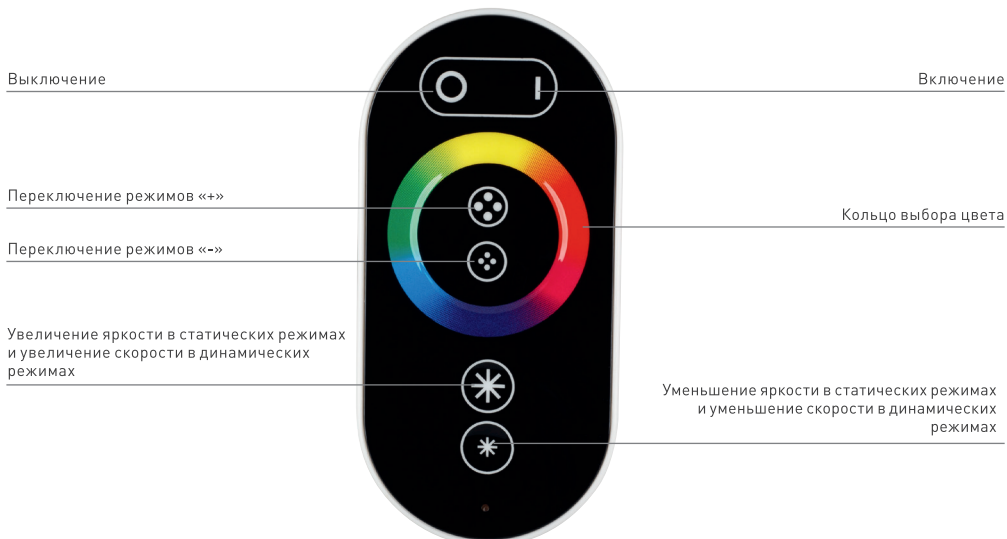

Рисунок 2. Управление контроллером.
- 3.8. Проверьте управление (см. Рис.2.)